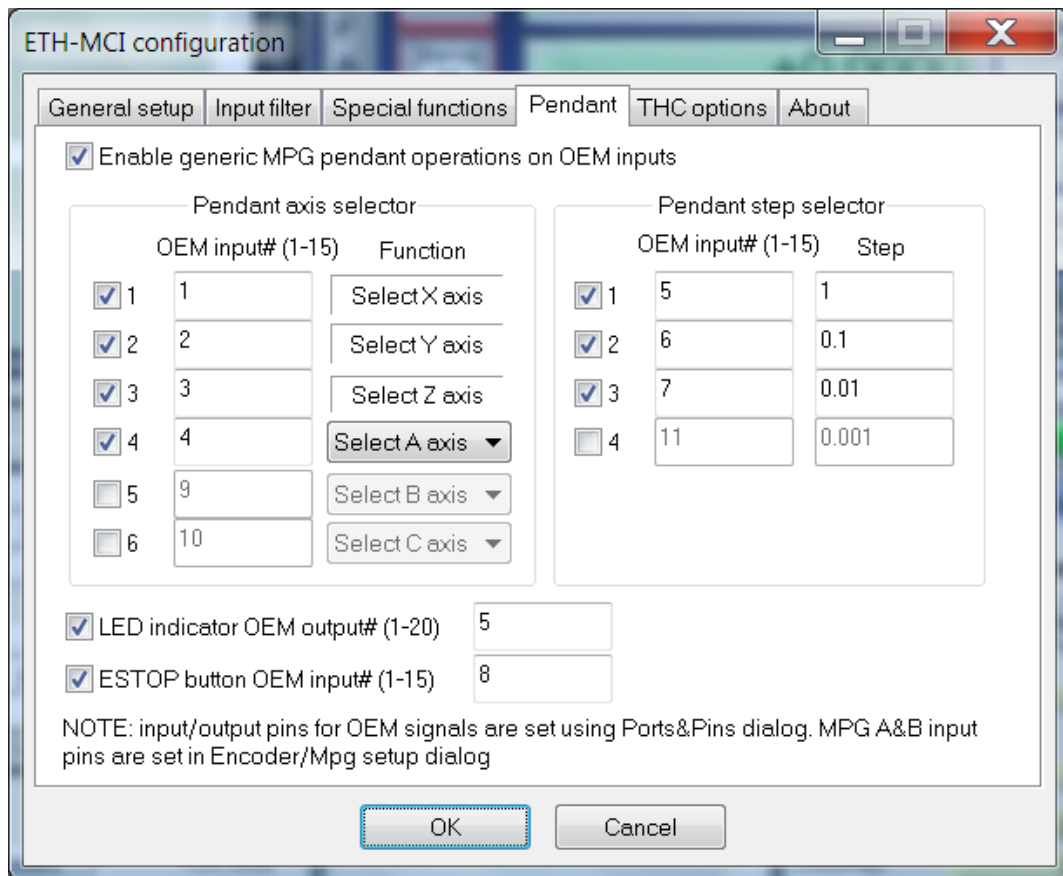

图 10.3 一个示例设置，展示了带有 4 个轴选择开关位置和 3 个步进选择开关位置的吊坠控制器的功能。
吊坠功能选项可通过 ETH-MCI 配置对话框进行调整。吊坠选项位于“吊坠”选项卡中（图 10.3）。
可用选项（图 10.3）包括：
- **Pendant step selector** (手持控制器步进选择器) - 此选项组用于设置手持控制器的步进选择器（图 10.3）。步进选择器最多支持 4 个位置。“**OEM input#**” 和 “**Step(步进)**” 字段用于设置每个位置的 OEM 输入和步进值。